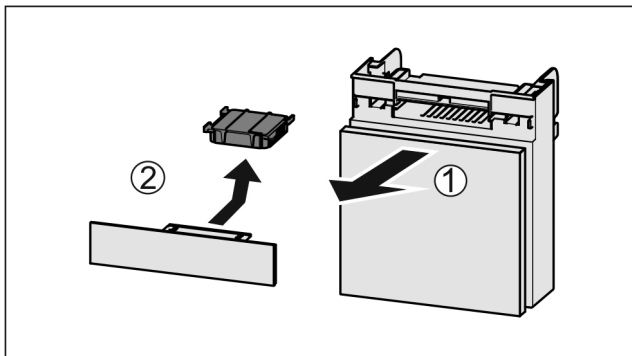

Fig. 50
- ▶ Vytiahnite zásuvku smerom dopredu Fig. 50 (1).
- ▶ Vyberte aktívny uhlíkový filter Fig. 50 (2).